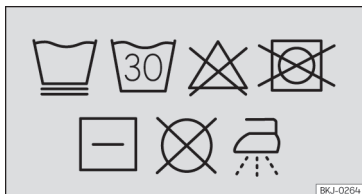

Fig. 125 Etiqueta nas capas: símbolos de instruções de lavagem
- Instruções de lavagem das capas amovíveis »» Fig. 125: